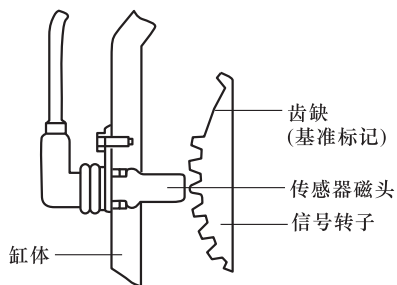

图 4-30 曲轴位置传感器的结构
(1) 结构 磁脉冲式传感器用螺钉固定在发动机缸体上，由传感器磁头、齿缺、信号转子和插接器插头组成，如图 4-30 所示。线圈即为信号线圈，永磁铁上带有一个磁头，磁头与信号转子相对安装，磁头与导磁板连接构成导磁回路。在信号转子的圆周上均匀制有 58 个凸齿、57 个小齿缺和一个大齿缺，大齿缺输出基准信号，对应 1 缸或 4 缸上止点前一定角度。大齿缺所占的弧度相当于两个凸齿和三个小齿缺所占的弧度，所以每个凸齿和小齿缺所占的曲轴转角均为 3° ，大齿缺所占的曲轴转角为 15° 。